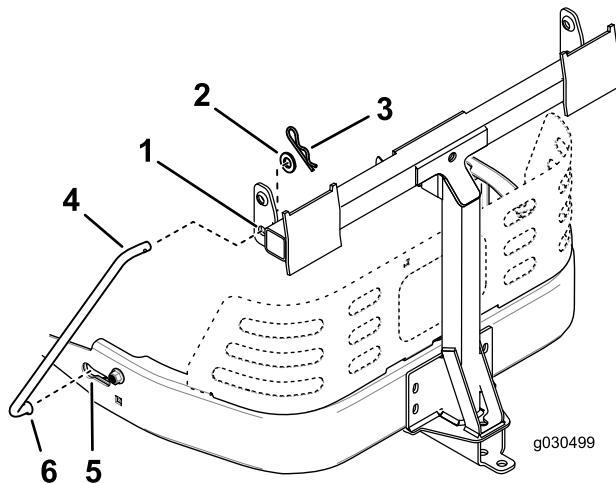

Figura 18
4. Instale un extremo doblado abocinado de una varilla en la ranura con forma de bocallave en el lado izquierdo del bastidor de la máquina y mueva la varilla hacia atrás para que se apoye en el bastidor (Figura 18).
5. Introduzca los extremos doblados de la varilla en el montaje de accesorios, según se muestra en Figura 18, y sujeté el extremo de cada varilla con una arandela y una chaveta.